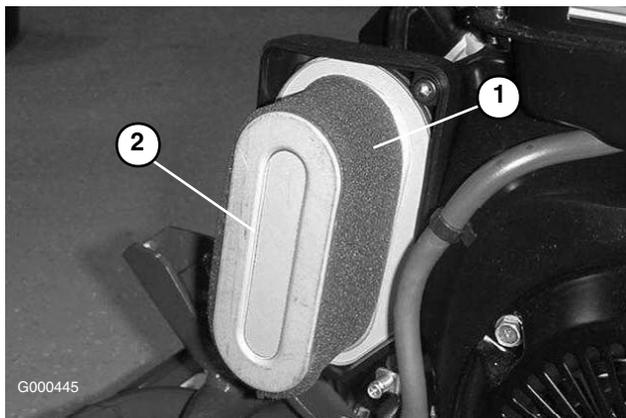

Figura 22
3. Se o elemento de esponja se encontrar sujo, deverá retirá-lo do elemento de papel (Figura 22). Limpe bem a esponja.